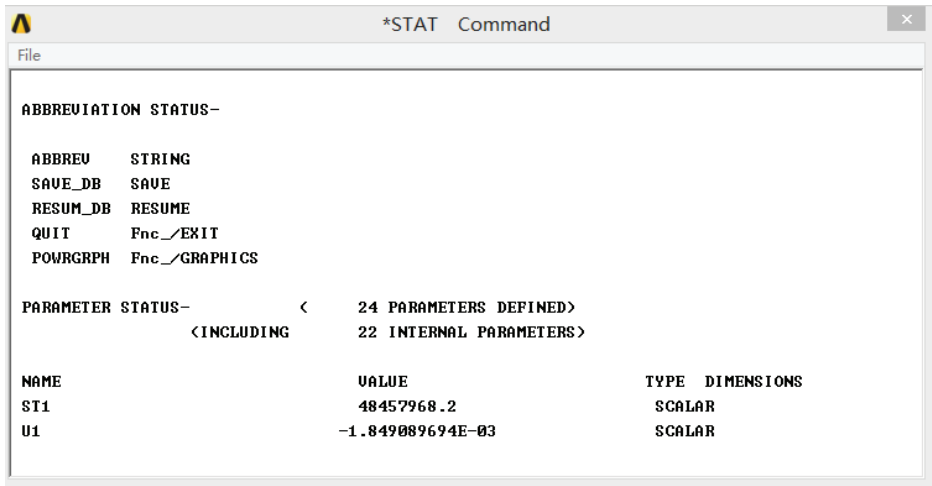

图 6-109 参量信息显示
18) 选择 Utility Menu | List | Status | Parameters | All Parameters 命令，ANSYS 将显示所获取的参量信息，如图 6-109 所示。